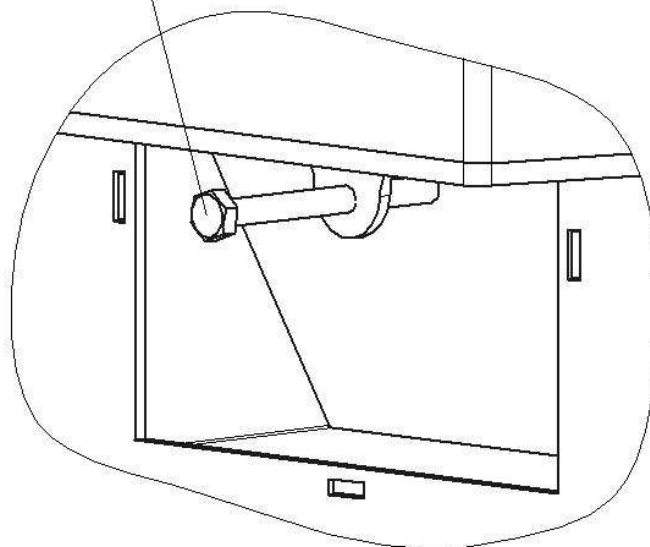

Рисунок 13
7.1.2 Коли розпалювальний матеріал розгориться почати завантаження палива через завантажувальні дверцята. Для запобігання спікання вугілля рекомендується спочатку нагріти воду у котлі до температури приблизно 60°C, використовуючи у якості палива дрова, після чого почати завантаження вугілля. Розмір окремих фракцій вугілля повинен складати не менше 25 мм. Поступово й рівномірно завантажити вугілля в кількості, достатній для утворення шару висотою приблизно 150 мм, після чого завантаження припинити на термін 15-20 хвилин для займання палива. Після завантаження, закрити завантажувальні дверцята, заслінку поз. 9 на шурувальних дверцятах відкрити за допомогою внутрішнього болта (рисунок 13).